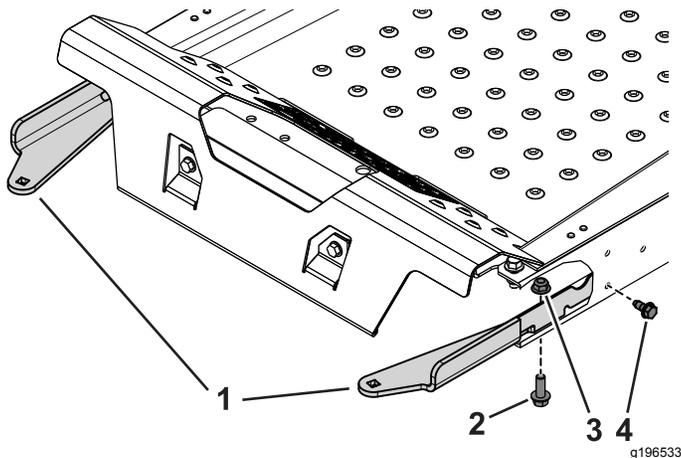

Figura 1
2. Utilizzate i 2 bulloni autofilettanti (5/16" x 3/4"), 2 bulloni (3/8" x 1 1/4") e dadi flangiati (3/8") per fissare i supporti sinistro e destro del vassoio della zavorra alla macchina (Figura 1).